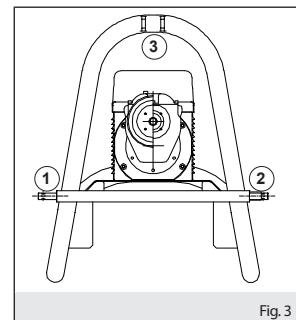

Fig. 3
- che i tre punti di ancoraggio (fig.3) previsti siano perfettamente fissati e bloccati con i pezzi in dotazione. L'errato ancoraggio provoca il ribaltamento della macchina con grave pericolo per l'operatore.
- the three links (fig.3) are perfectly fastened and locked with the accessories provided. If wrongly anchored the machine could tip over causing a severe hazard for the operator.
- les trois points d'ancrage (fig.3) prévus sont parfaitement fixés et bloqués avec les pièces fournies. Un ancrage incorrect provoque le basculement de la machine et constitue donc un grave danger pour l'opérateur et l'endommagement du produit.
- die drei vorgesehenen Verankerungspunkte (Abb.3) perfekt befestigt und mittels der